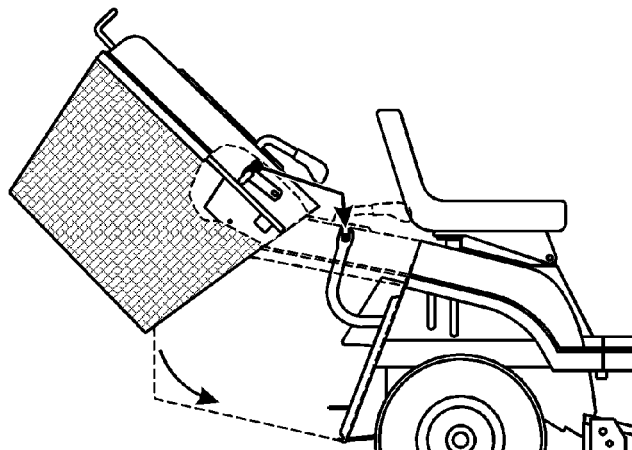

Figure 44
1. Tenir le collecteur d'herbe à deux mains et le basculer vers l'avant (Fig. 44).
2. Incliner le collecteur d'herbe d'environ 40° vers l'avant et le glisser sur les deux supports prévus à l'arrière de la tondeuse (Fig. 44). Veiller à aligner la flèche du dessus du bac sur celle de la tondeuse.